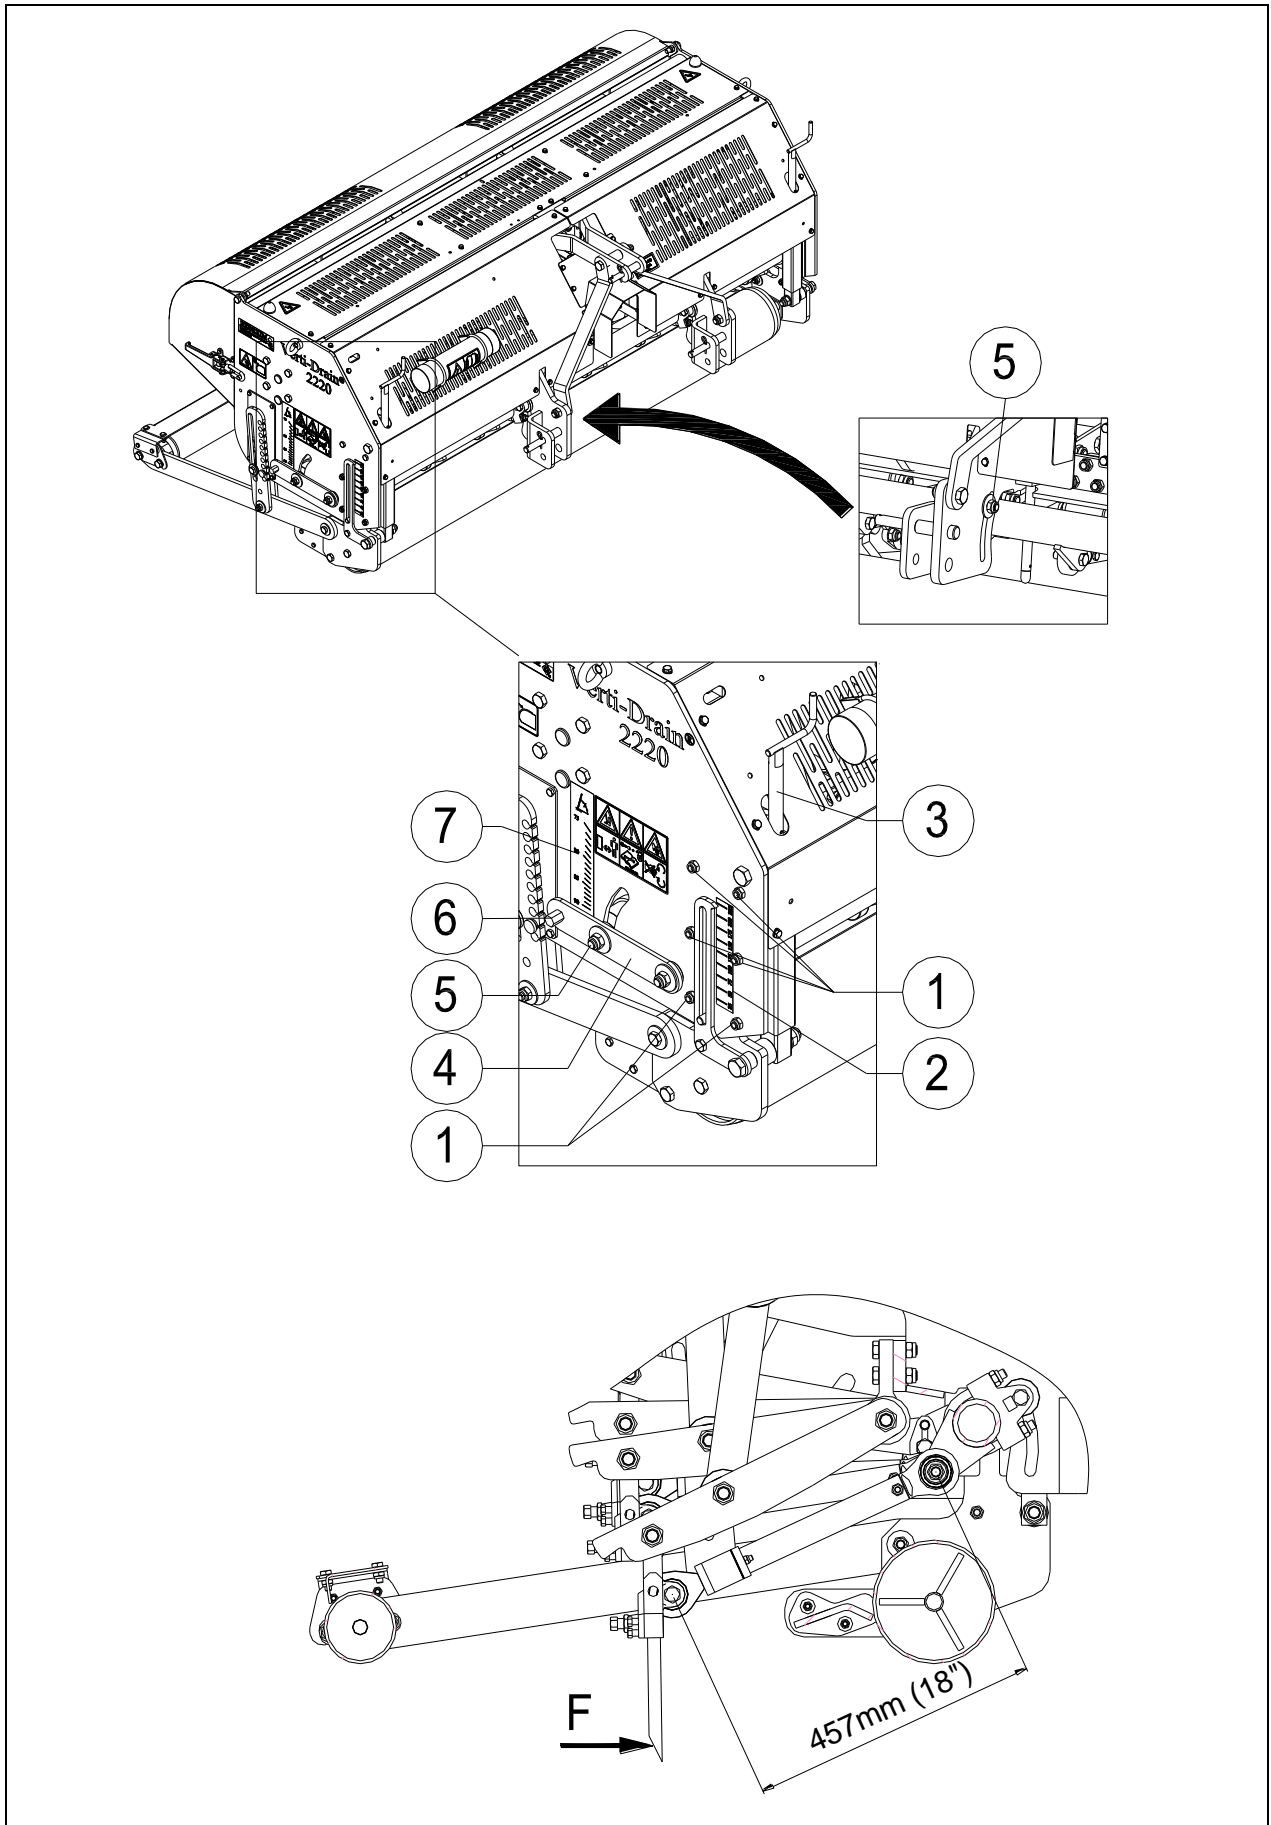

Fig. 10
Alla stift kan justeras samtidigt med en spak (4) på sidan av maskinen, se bild 10. Lyft maskinen ovan mark och lossa mutter (5) på båda sidor av maskinen. Justera vinkeln genom att sätta den medföljande ringnyckeln på sexhörningen (6) på hävstången (4). På indikatorn (7) kan man läsa av vinkeln. Ta bort den medföljande nyckeln igen, och dra sedan åt låsmuttern (5) igen.